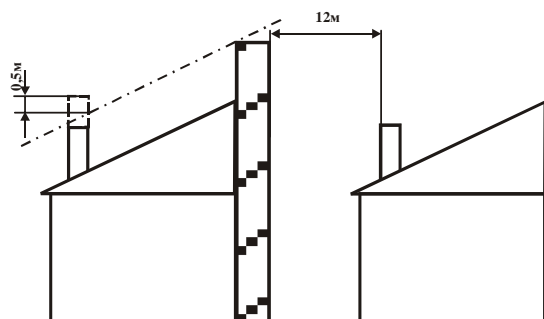

Рис. 29.1
- 7.2. Высота оголовка канала должна быть выше зоны ветрового подпора. Наличие зоны ветрового подпора определяется индивидуально для каждого объекта, и в соответствии с рекомендациями, показанными на рис. 29.1 и 29.2. Высота от оголовка дымохода до крыши, всегда выше 1м.